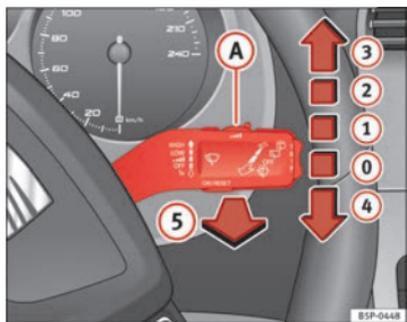

Fig. 85 Alavanca do limpa/lava-vidros
O manípulo do limpa-vidros ⇒ Fig. 85 tem as seguintes posições:
- Se o veículo parar com o limpa pára-brisas em funcionamento na posição ② ⇒ Fig. 85 ou ③, passará automaticamente a funcionar numa posição inferior. Se o veículo voltar a arrancar, o limpa pára-brisas volta a funcionar a partir da posição seleccionada anteriormente.